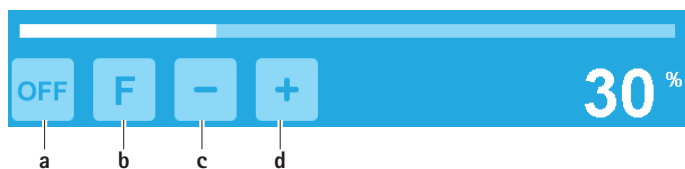

Fig. 7 Ativar a bomba do líquido de refrigeração e lavagem/função "Flush"
- ▶ Ativar a bomba do líquido de refrigeração e lavagem: Premir a tecla para a ativação da bomba **a**, ver Fig. 7.
- ▶ Desativar a bomba de refrigeração e lavagem: Premir a tecla para desligar a bomba **a**, ver Fig. 7.